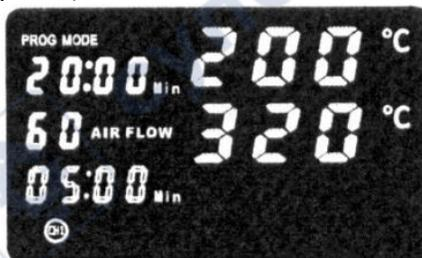

Рис. 5
6. Поворотом регулятора «START/STOP» или кнопками «+» / «-» термофена установите **воздушный поток**. Нажмите «START/STOP» для подтверждения — переход к настройке времени работы термофена (мигает значение «05:00», рис. 5).